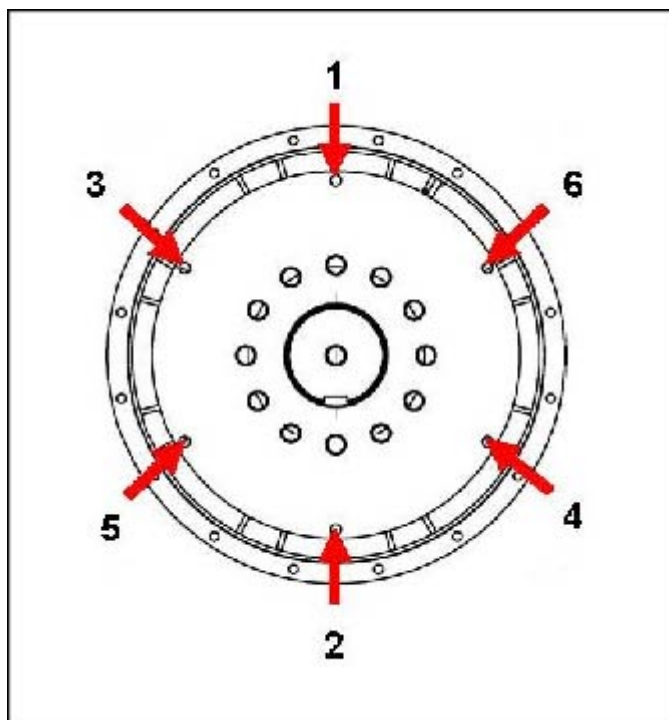

FIGURE 25. SÉQUENCE DE FIXATION À LA ROUE VOLANTE
10. Serrer les vis pour fixer le disque d'accouplement au volant dans l'ordre indiqué sous Figure 25 à la page 45